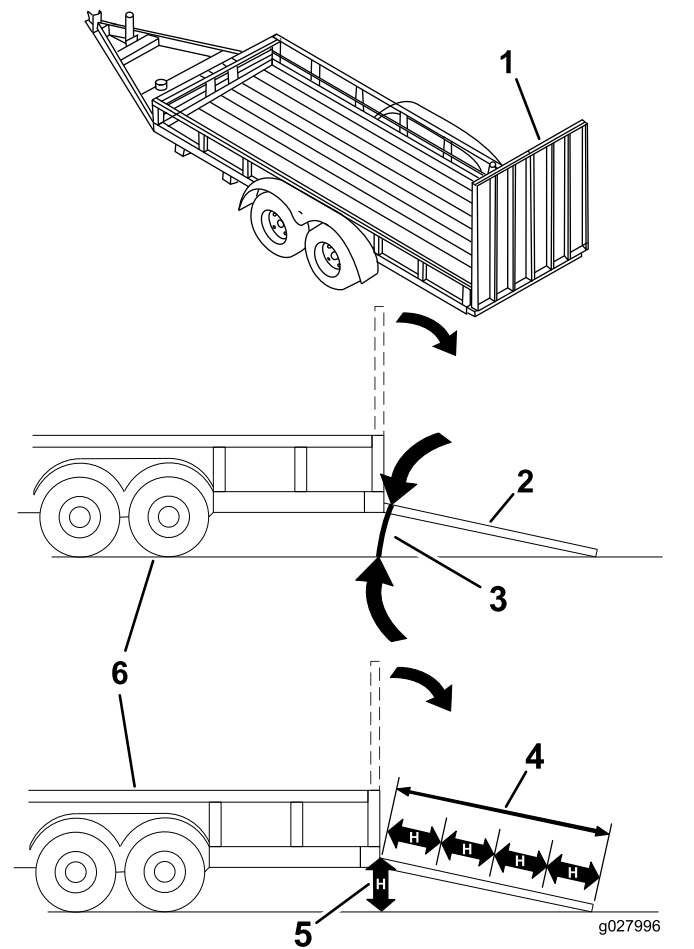

Bild 35
Das Laden einer Maschine auf einen Anhänger oder einen Lastwagen erhöht die Umkipppgefahr und könnte schwere oder tödliche Verletzungen verursachen (Bild 35).
3. Senken Sie die Rampe ab und stellen Sie sicher, dass der Winkel zwischen der Rampe und dem Boden höchstens 15 Grad beträgt (Bild 35).
1. Senken Sie die Rampe ab und stellen Sie sicher, dass der Winkel zwischen der Rampe und dem Boden höchstens 15 Grad beträgt (Bild 35).